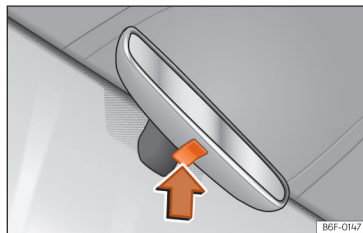

Fig. 77 Retrovisor com antiencandeamento manual.
- Para evitar o encandeamento, pressione a patilha do espelho retrovisor para cima >>> **Fig. 77** [seta].